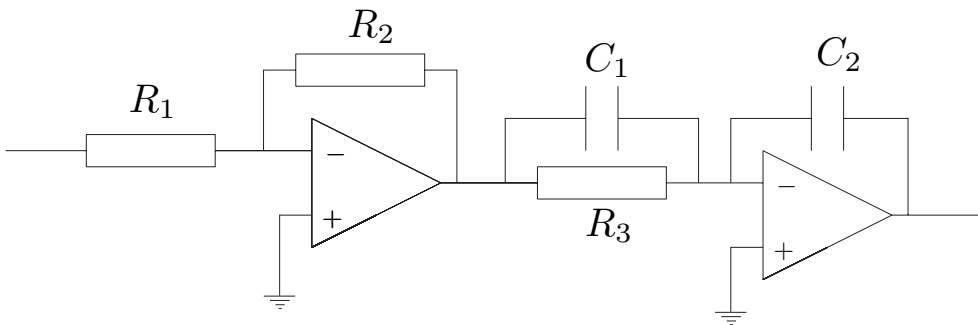
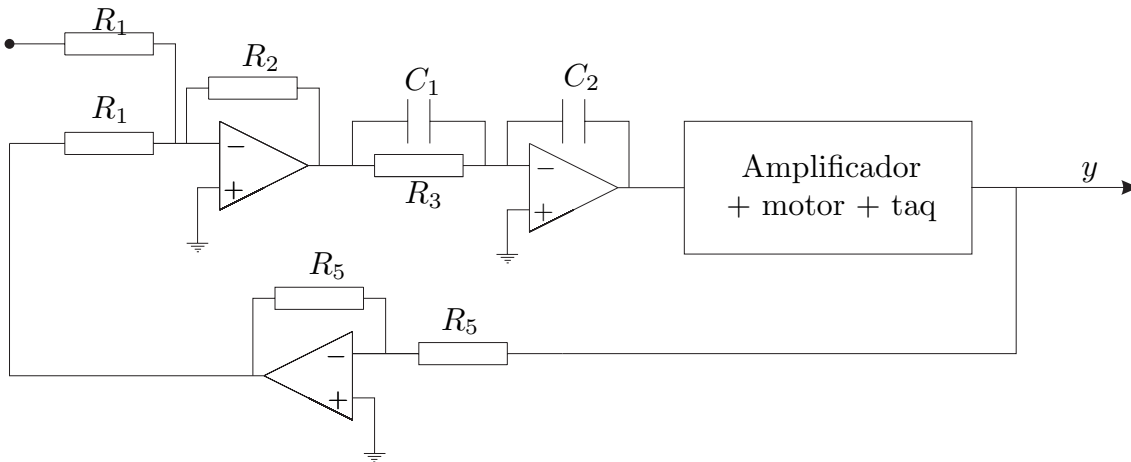

Figura 4: Montagem do controlador PI.
Figura 7: Montagem do circuito realimentado com o controlador PI.
Mostre que este controlador PI pode ser implementado pelo circuito da Figura 4, em que se admite a aproximação ideal para os AMPOPs. Calcule os valores de K_p e T_i em função do valor das resistências R_1 , R_2 e R_3 , e dos condensadores C_1 e C_2 .
- 4) Determine os valores das resistências e condensadores da montagem da Figura 4 de forma a satisfazer as especificações desejadas para a resposta ao escalão em cadeia fechada com o **controlador PI** a partir dos resultados obtidos em IV-4). Implemente o sistema em cadeia fechada, de acordo com o esquema da Figura 7. Observe e esboce as respostas ao escalão em cadeia fechada, e repita as experiências efectuadas modificando o valor de K_p para o dobro e para metade do valor original. Compare os resultados obtidos com os esperados, e comente-os.